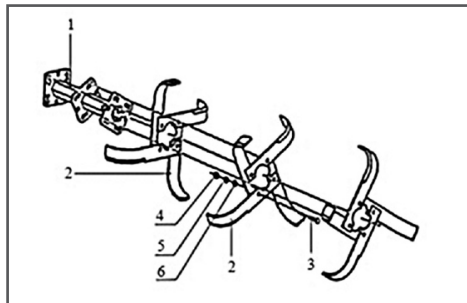

Рис.7 Сборка фрез
- Установите фрез на кронштейны осей фрез (ножи должны быть установлены лезвием по ходу культивации) Рис. 7.